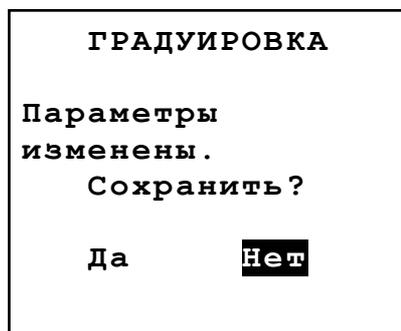

Рисунок 7.15 – Сохранение результатов градуировки
- при выходе из подменю градуировки константы будет задан вопрос о сохранении изменений (смотри рисунок 7.15). Нужно выбрать «Да».